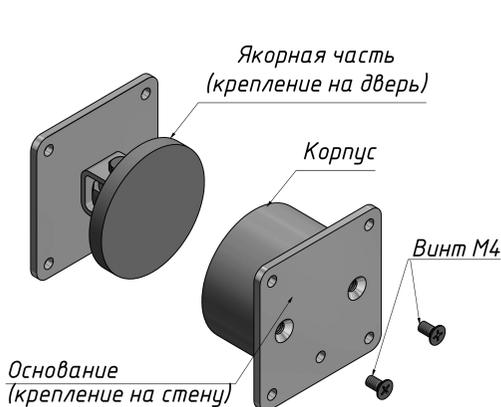

Рисунок 1 – Комплект поставки замка AL-50FC
3.1 В комплект поставки замка AL-50FC входят (рисунок 1): корпус, основание, якорная часть, винт М4х8 (потайн. - 2 шт.), диод выпрямительный 1N5406.